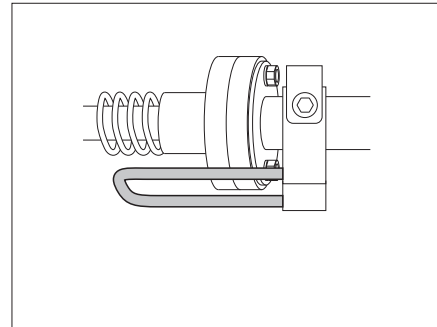

Fig. 152 Levier de sécurité en position de verrouillage
► Avant d'utiliser le lit, contrôler si le levier de sécurité se trouve dans la position de sécurité (Fig. 152).
- Mettre le levier de sécurité dans la position de sécurité (Fig. 152).